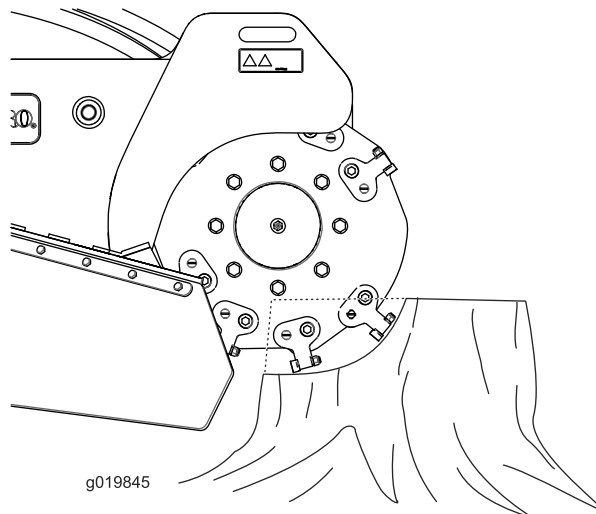

Bild 21
4. Pendel Sie die Fräse langsam mit dem Fräsensteuerhebel über die Oberfläche des Baumstumpfs und schneiden Sie Splitter ab (Bild 21).
- Schneiden Sie die Kanten des Baumstumpfs für besseres Fräsen. Wenn die Schnittbreite fast ein Viertel des Raddurchmessers beträgt (Bild 21), heben Sie die Fräse an, bewegen sie vorwärts und schneiden Sie die Kante erneut.